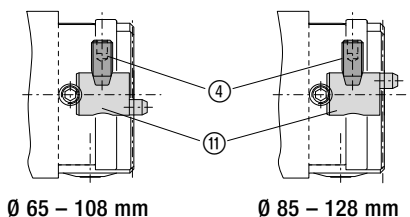

Fig. 4
Guide cranté avec l'alimentation pour l'arrosage, porte-plaquette d'alésage (Fig. 4, 5),
L'arrosage (11) (Fig. 4) se fixe par conséquent d'abord dans le coulisseau via un alésage conique.